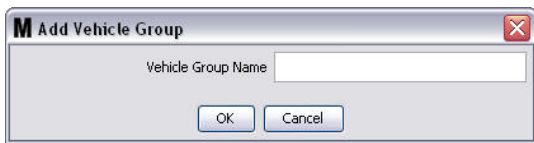

图 152
- 显示图 152 中所示的“添加车辆组”文本框。该文本框用于指派组名称，以识别一起放入组中的车辆。单击“确定”按键关闭该文本框和保存名称。